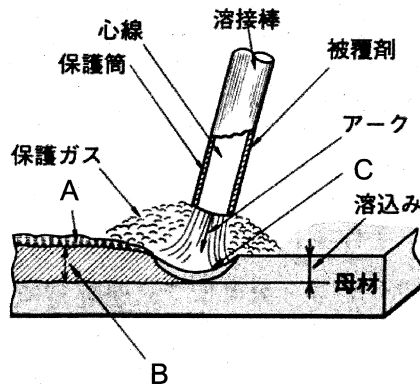

図3 被覆アーク溶接の溶接部の模式図
(2) 図3は被覆アーク溶接の溶接部の模式図である。A、B、Cにあてはまる用語を答えよ。